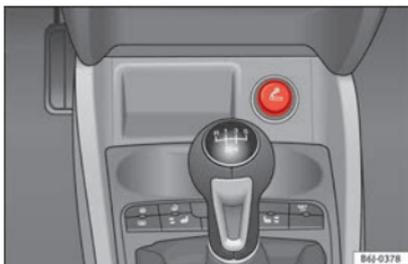

Fig. 113 Accendisigari.
- Premere il pulsante dell'accendisigari »» fig. 113 per attivarlo »» ⚠.